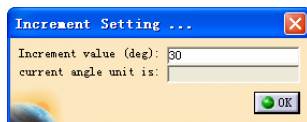

图 6-106
- **Set increment**: 显示如图 6-106 所示的 **Increment Setting**（递增设置）对话框，在 **Increment value**（递增值）字段中输入所需值。